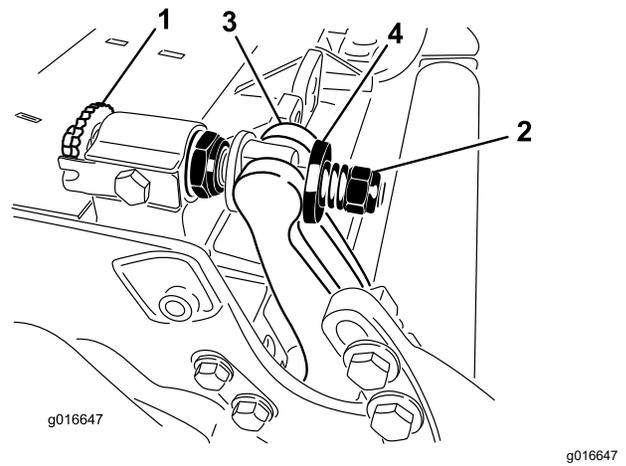

Figura 34
- Afloje la tuerca de tensado del muelle hasta que el muelle deje de presionar la arandela contra la barra de asiento (Figura 34).
- Gire los tornillos de ajuste de la barra de asiento en sentido antihorario para alejar la contracuchilla del molinete (Figura 34).